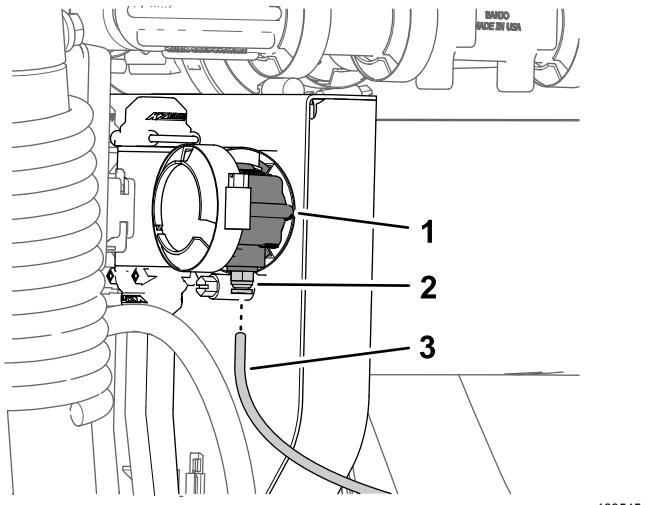

図 120
1. ダッシュボードの水圧計用の水圧検知チューブ樹脂チューブの口を、チューブカップラのロッキングカラーに合わせる図 120。
2. 検知チューブをロッキングカラーに挿入して一番奥まで押し込む図 120。